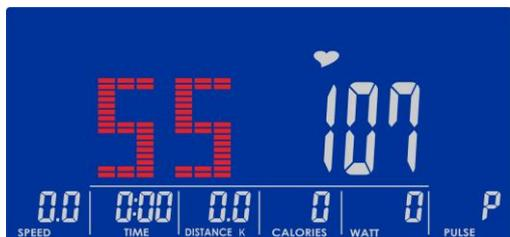
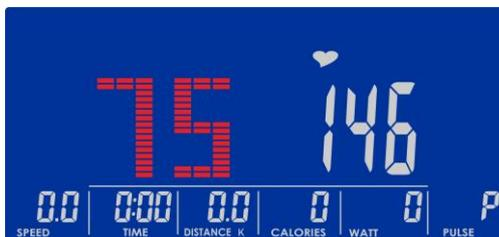

Рисунок 16
Рисунок 17
2. Используйте кнопки «UP» или «DOWN» («Encoder»), чтобы установить значение частоты пульса, равное 55% (Рисунок 16), 75% (Рисунок 17), 90% (Рисунок 18) или ЦЕЛЕВОЕ ЗНАЧЕНИЕ (по умолчанию: 100) (Рисунок 19). При выборе целевого значения используйте кнопки «UP» или «DOWN» («Encoder»), чтобы установить значение от 30 до 230.